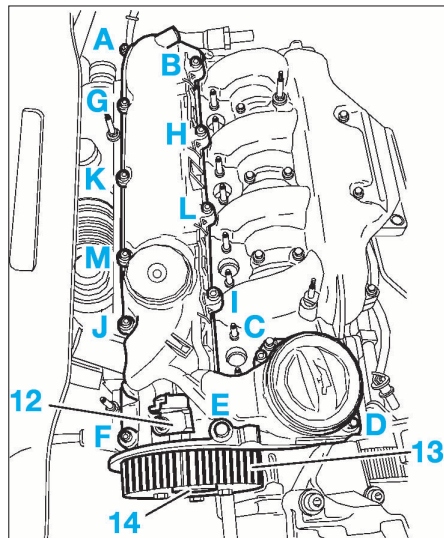

FIG. 76
- Débrancher le connecteur du capteur d'arbre à cames (12) (Fig.76).